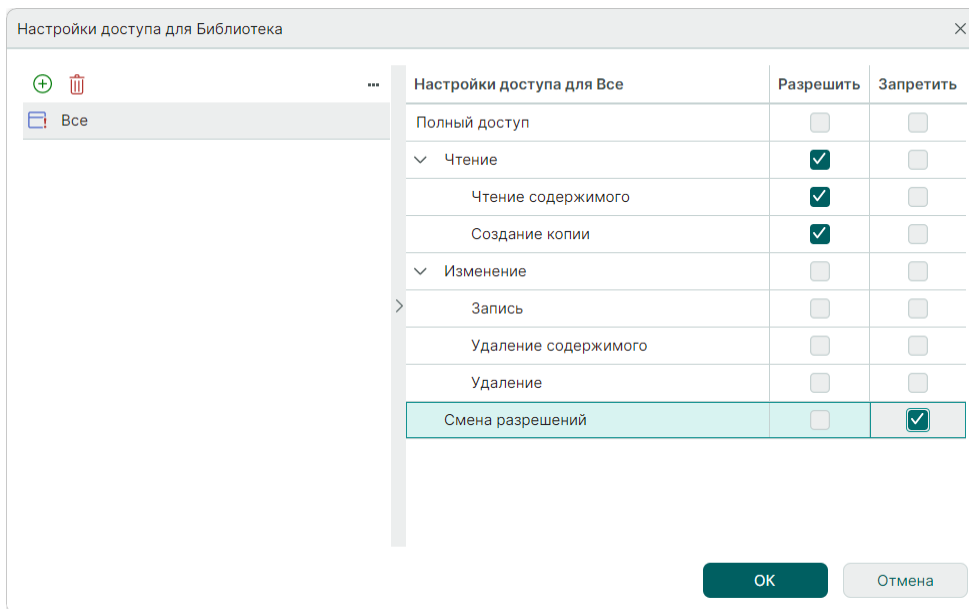

Рис. 18 Настройка доступа и прав библиотеки
2. В окне «Настройки доступа для...» назначьте соответствующие разрешения, см. Рис. 18.